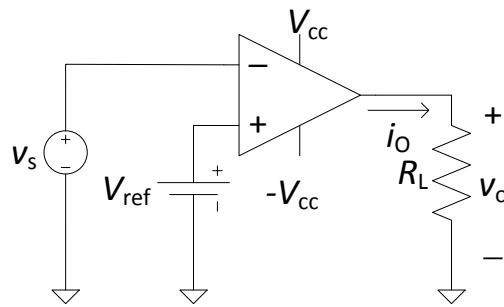
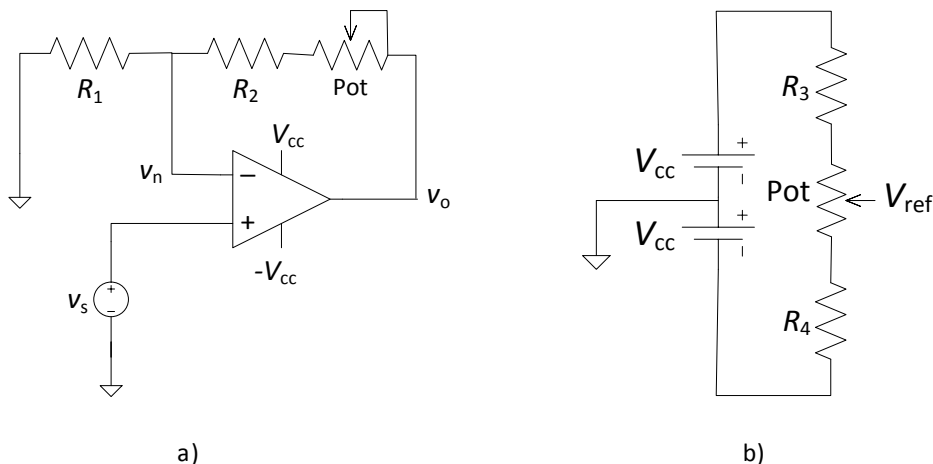

Figura 2. Comparador.
Figura 4. a) Amplificador de guany variable. b) Referència de tensió variable.
S'analitzarà ara el comparador de la Figura 2, on $V_{ref} = 1\text{ V}$ i $R_L = 10\ \text{k}\Omega$. Es suposaran les mateixes tensions d'alimentació i saturació de l'AO que abans i que els corrents d'entrada són nuls. En un comparador, l'AO està en llaç obert i treballa sempre en les seves zones de saturació, per tant no es pot aplicar la condició de curtcircuit virtual a les entrades.
E3. Respecte al circuit de la Figura 2 es demana:
- Utilitzant el circuit de la Figura 4b amb dues resistències fixes i un potenciòmetre, dissenyeu els valors per a poder regular V_{ref} en el circuit de la Figura 2 entre 1 V i -1 V aproximadament.
- Simuleu els dos circuits de la Figura 4 i comproveu el seu correcte funcionament³. El circuit de la Figura 4b utilitzeu-lo conjuntament amb el circuit Figura 2. Per a v_s utilitzeu un senyal sinusoidal.
TC2. Comproveu el funcionament dels circuits de la Figura 4 utilitzant per a v_s un senyal sinusoidal. El circuit de la Figura 4b utilitzeu-lo conjuntament amb el comparador de la Figura 2.